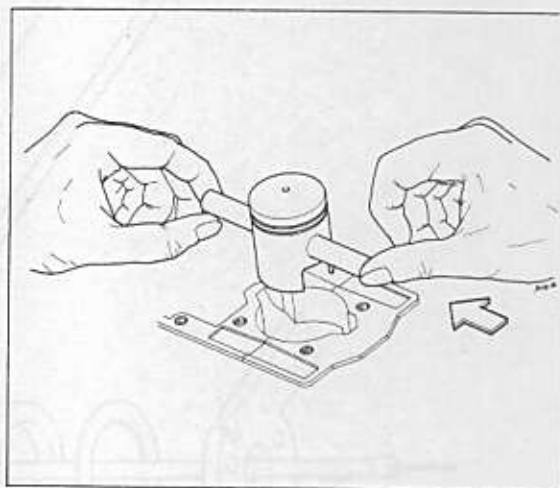

Fig. 19
5. Press out the gudgeon pin (Fig. 19).
5. Togliere lo spinotto (Fig. 19). Nei motori di 60 cm³ il pistone è collegato con la biella mediante bronzina. Nei motori di 80 cm³ il pistone è collegato con la biella mediante gabbia a rulli.